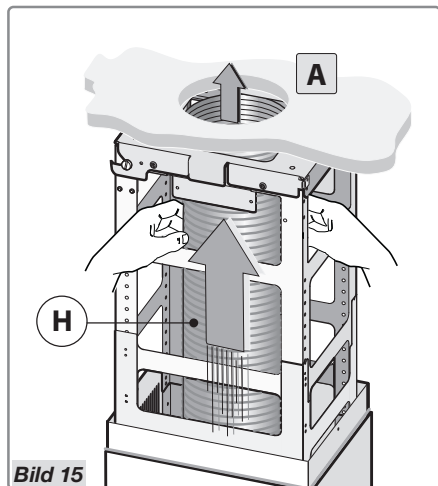

Bild 15
- Anslut röret **H** (medföljer ej) till luftutsläppsöppningen **A** (Bild 15).